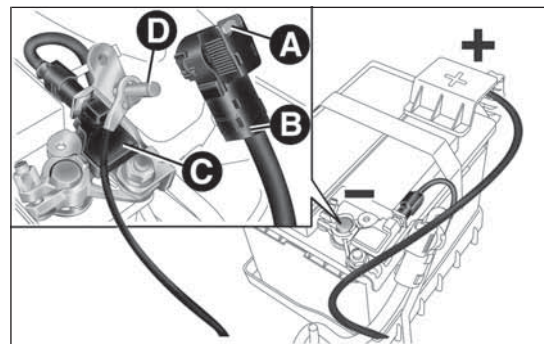

РИС. 157
- отсоедините разъем А РИС. 157 (нажатием кнопки В) от датчика С проверки состояния зарядки аккумулятора (датчик установлен на отрицательном полюсе D аккумулятора);